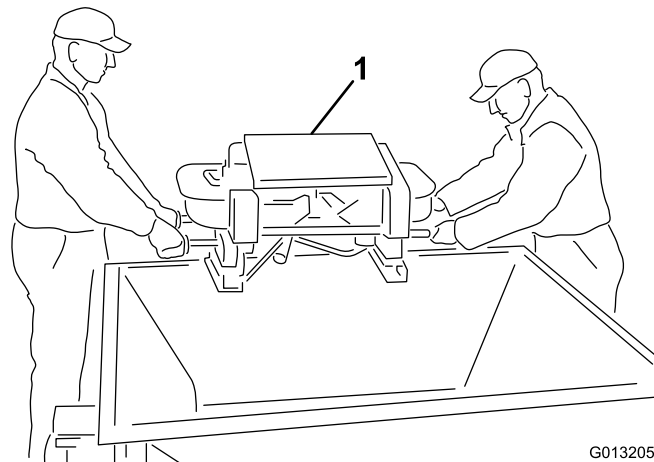

图5
4. 使用双甩盘外部的握柄，将双甩盘从料斗中提出并放到地面上（图5）